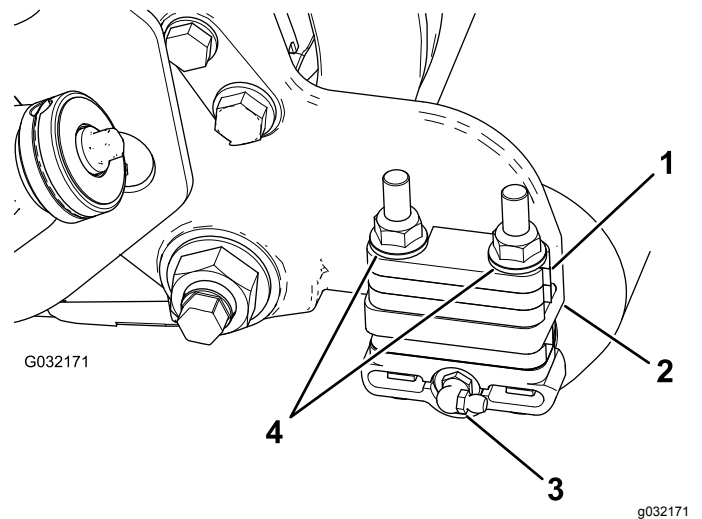

Bild 3
1. Nehmen Sie den Schmiernippel für die Rolle von der Seite der Schneideinheit ab, an der das Rollenbürstengehäuse montiert ist (Bild 3).
1. Entfernen Sie die zwei Sicherungsbundmutter, mit denen jede Rollenhalterung an den Seitenplatten befestigt ist, **und alle 6-mm-Distanzstücke, die oben auf dem Montageflansch der Seitenplatte liegen** (Bild 3).